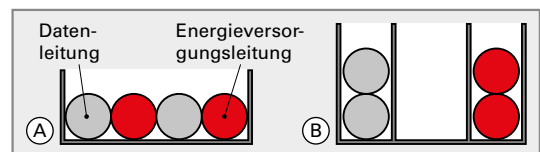

Bild 4: Leitungsverlegung in Kabeltragesystem
5. Energieversorgungsleitungen und IT-Kommunikationsleitungen (Datenleitungen) sind in einem Kabeltragesystem zu verlegen. Welche Art der Leitungsanordnung in **Bild 4** ist wegen der EMV anzuwenden?